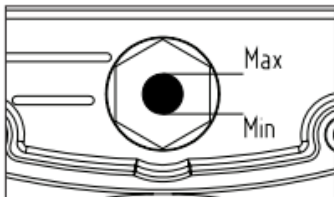

Рис. 3
8. Замените при необходимости транспортную пластиковую пробку на крышке картера сапуном из комплекта, если он не был установлен. Проверьте уровень масла по меткам на окне маслоуказателя картера (Рис. 3), уровень масла должен быть не ниже среднего положения в контрольном окне картера.
Перед каждым пуском проверяйте уровень масла по меткам на окне маслоуказателя картера (16) (Рис.1). Уровень масла должен быть не ниже среднего положения в контрольном окне картера (Рис.3). При необходимости доливайте масло (марка масла должна соответствовать марке масла, залитого в компрессор). После первых 50 часов работы или при изменении цвета масла (побеление – присутствие воды, потемнение – сильный перегрев) рекомендуется заменить его. Для замены масла нужно отвинтить сливную пробку на крышке картера, слить все масло из картера и вновь закрутить пробку. Не допускайте утечек масла из соединений и попадания масла на наружные поверхности компрессора.